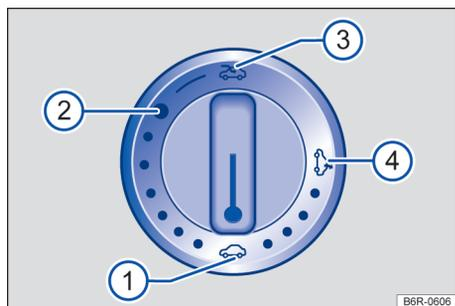

图 30 车内顶篷：滑动/翻开式天窗旋钮开关
旋钮开关 ⇒ 图 30 位置说明：
- 将旋钮开关拧至位置 ① ⇒ 图 30，然后按住开关前端。